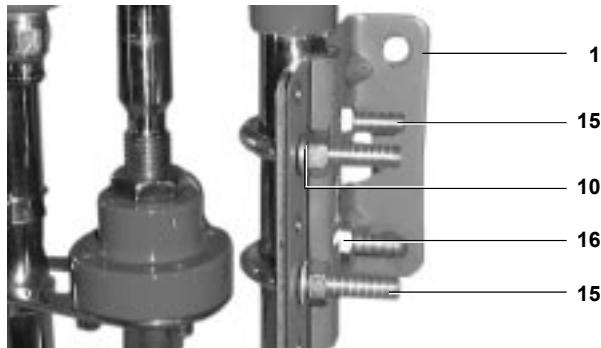
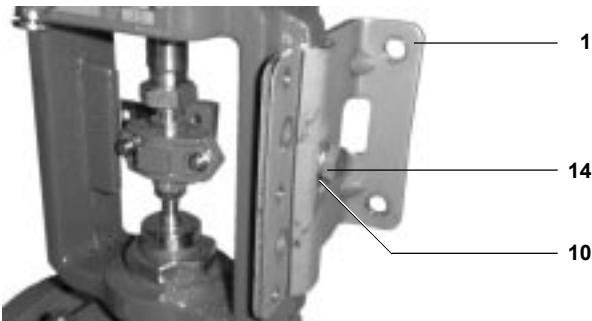

Рис. 19
Рис. 20
- 5.1.7** Установите пластину (1) на привод, используя 2 'U'-образных болта (15), гайки M8 (16) и пружинные шайбы (10), но не затягивайте гайки до конца (Рис. 19). Для пневмоприводов другого типа надо использовать один болт M8 под внутренний шестигранный ключ (14), а также гайку M8 и шайбу (10) (Рис. 20).